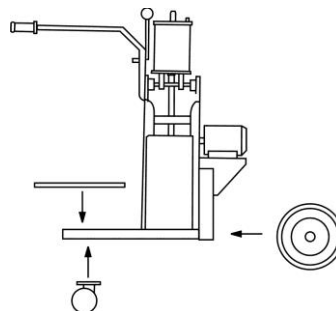

Рис.5
6.2 Соберите доильную установку из транспортного состояния в рабочее состояние. Для этого вам необходимо (рис.5) открутить болты крепящие подставку бидона, вам откроется посадочное место для установки рулевого колеса, прикрутите его четырьмя болтами вставив их снизу (для того чтобы выступающая часть болта не мешала повороту колеса) затем установите подставку бидона на прежнее место и прикрутите ее. Далее прикрутите на два болта передние несущие колеса.